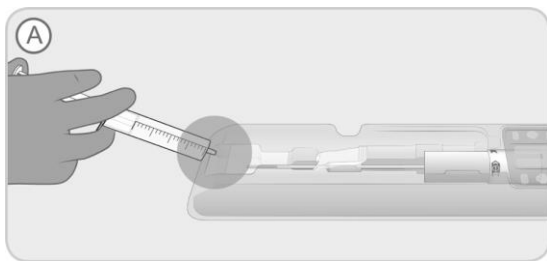

Figure 2. Remplir le renforcement du plateau de solution saline non héparinée.
- A. Avec le plateau à plat sur la zone de préparation stérile, remplir le renforcement situé à son extrémité (indiqué par la lettre « A ») de solution saline non héparinée stérile (20 cc environ) pour submerger l'implant, Figure 2.